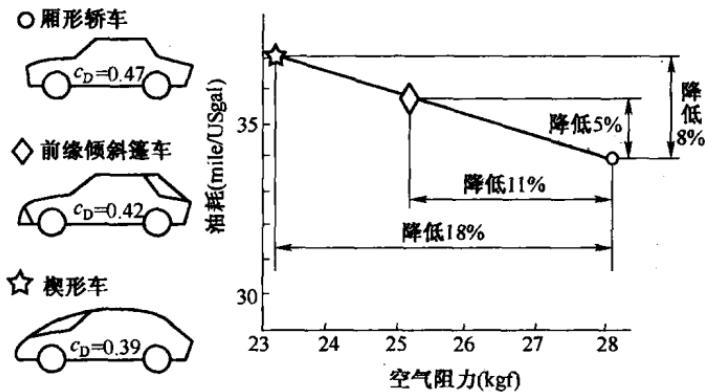

图 2 降低空气阻力的节油效果
①降低滚动阻力。用子午线轮胎替代普通斜交轮胎,滚动阻力可下降 20%~25%,因此子午线轮胎汽车可达到节油 5%~10% 的效果。此外,轮胎气压、胎面花纹对油耗均有影响。实际上,广义的滚动阻力还包括车轮和传动系统的摩擦阻力,如制动鼓转动时是否有摩擦现象,油封及轴承的摩擦力大小,传动系统各摩擦副间润滑和接触状况均对滚动阻力有较大影响。因此,加强车辆维护,按要求调整底盘的技术状况,及时而充分地润滑各润滑点是降低油耗的重要措施。
②降低空气阻力。从图 1b 中可看到,当车速为 80km/h 时,空气阻力占总阻力的 60%。图 2 为三类轿车外形的油耗比较。由图可知,当空气阻力系数 c_D 从 0.47 降为 0.39 时,空气阻力可减少 18%,因而使油耗降低 8%。
③减轻汽车整备质量。汽车总质量直接影响滚动阻力、上坡阻力和加速阻力。据研究,总质量中因整备质量减少而使总质量减少 10%,可使油耗降低 8.8% 左右。因此,整备质量 G_e 与整车质量 G_0 之比(即整备质量利用系数)是标志汽车技术水平的一个重要参数。该系数越大,表明材料消耗越少,行驶中油耗越低,使用成本越少。改进结构设计,实现汽车轻量化,缩小整车外形尺寸,采用高强度轻质铝合金或塑料,提高加工精度等措施,均可有效降低油耗。
(3) 选择合适的传动比